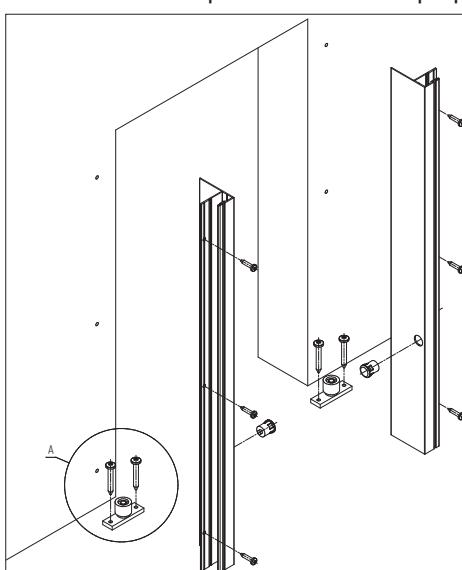

Рис. 18
1. Закрепите профили под фотоэлемент по краям дверного проема шурупами 4,2×19 мм с шагом 500 мм (рис. 18).